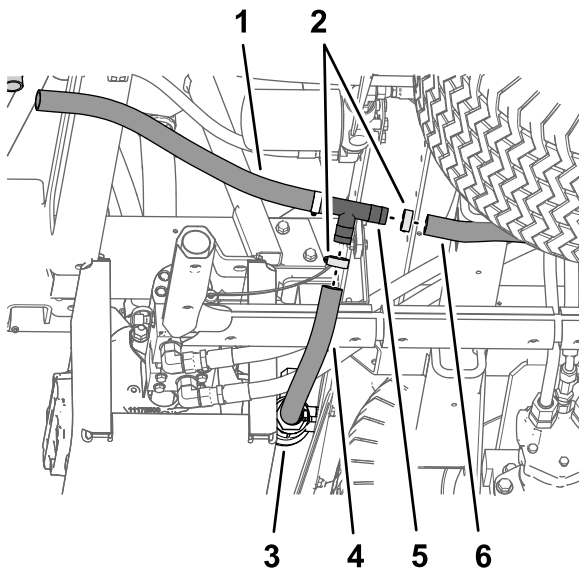

Figura 43
4. Retire las abrazaderas que sujetan la manguera de la válvula de vaciado y la manguera de vaciado del depósito trasero al acoplamiento en T dentado (Figura 42 y Figura 43).
- Retire el acoplamiento en T de la manguera de la válvula de vaciado y de la manguera de vaciado del depósito trasero (Figura 42 y Figura 43).